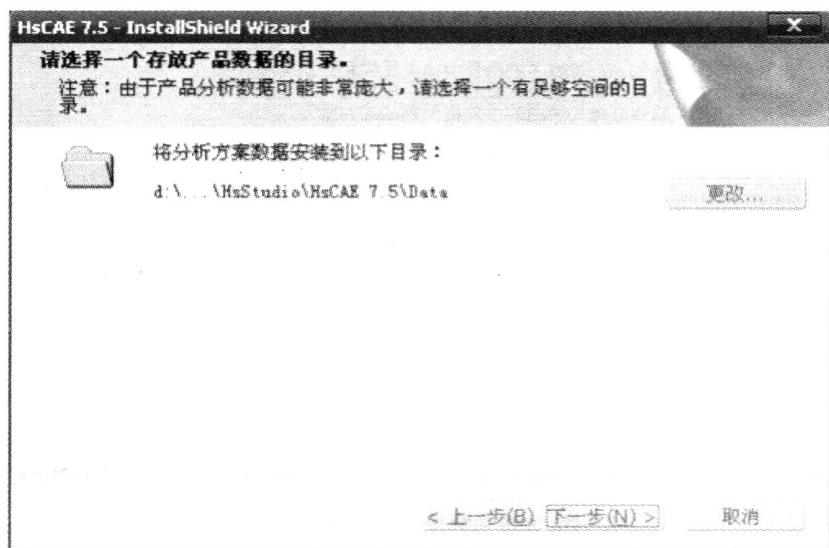

图 1-6 选择分析方案数据的路径
(6) 在图 1-6 所示的页面中, 选择分析方案存放的路径。分析方案存放的路径是您的分析方案数据存放的地方, 您可以在此处选择默认的安装路径, 然后选择下一步。